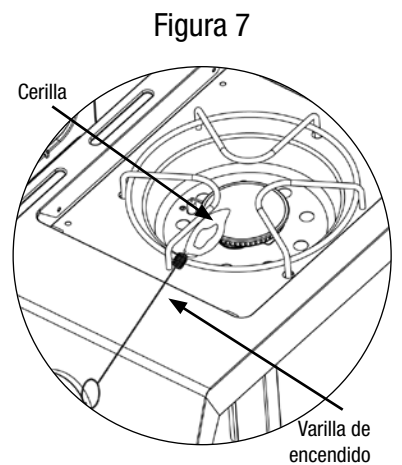

Figura 7
8. En caso de que el encendedor no encienda el quemador, use una cerilla encendida colocada en la vara de encendido (incluida con la parrilla) para encender los quemadores manualmente. Acerque la llama de la cerilla al lado del quemador (vea Figura 7).